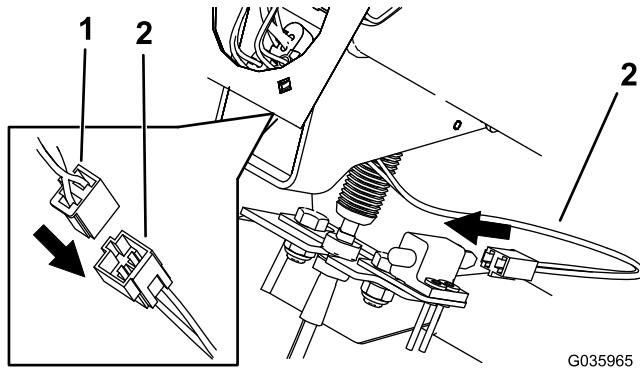

Bild 11
4. Stecken Sie die Kabelbaum der Maschine in den Verlängerungskabelbaum der Kupplung (Bild 11).
5. Stecken Sie den Verlängerungskabelbaum in den Kupplungsschalter (Bild 11).